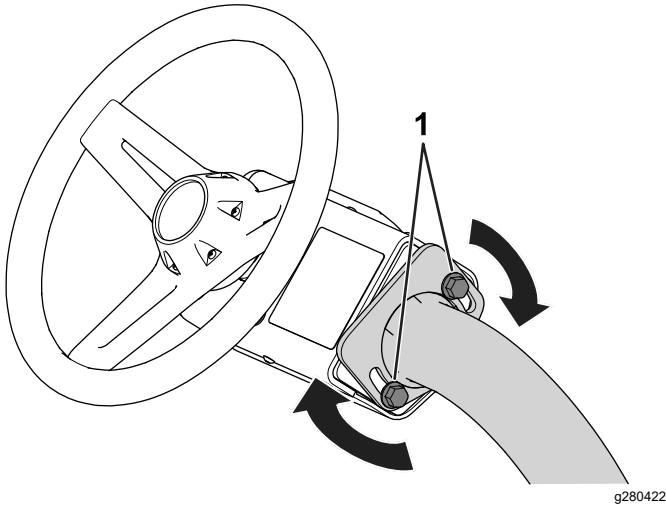

Figura 29
1. Afloje los pernos (Figura 29) que sujetan el conjunto del volante al brazo de dirección.
3. Apriete los pernos (Figura 29) para fijar el volante en la posición deseada.